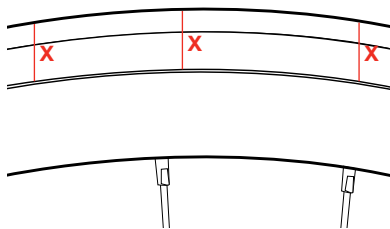

Figure 27. Correct. Vérifiez que la ligne de moulage du pneu est située à égale distance (X) du bord de la jante sur toute la circonférence du pneu.
- Vérifiez que les flancs du pneu sont correctement insérés dans la jante (Figures 27 et 28). La plupart des pneus comportent une ligne de moulage sur chaque flanc, près de l'endroit où le pneu rentre dans la jante. La distance entre la ligne de moulage et le bord supérieur de la jante doit être régulière sur toute la circonférence de la jante et égale des deux côtés. Si la distance n'est pas régulière, dégonflez le pneu et recommencez les étapes 7 et 8.
- Vérifiez de nouveau que les flancs du pneu sont correctement insérés dans la jante (Figures 27 et 28).